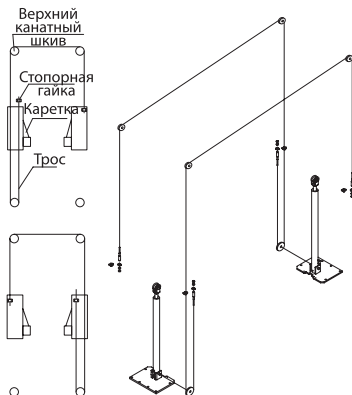

Рисунок 5 – Установка троса синхронизации
11. Установите тросы синхронизации (рис. 5). Поднимите каретки до первого щелчка замков безопасности. Убедитесь, что они находятся на одинаковой высоте от пола (допуск в пределах 6 мм). Закрутите вначале стопорную гайку на один конец троса так, чтобы наконечник троса прошел через центральное отверстие гайки. Затем протяните трос в соответствии со схемой через все шкивы и накрутите гайку на второй конец троса (на другой каретке). Равномерно затяните обе гайки. Повторите операцию для второго троса.